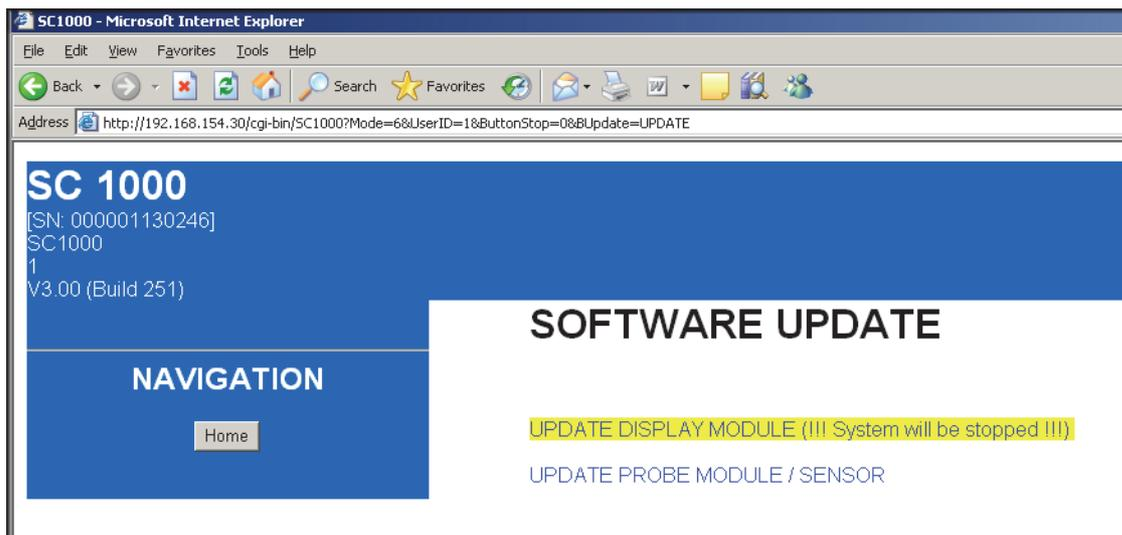

Figure 11 Lien de mise à jour du module d'affichage
- Cliquez sur le lien **MISE À JOUR DU MODULE D’AFFICHAGE** (Figure 11).